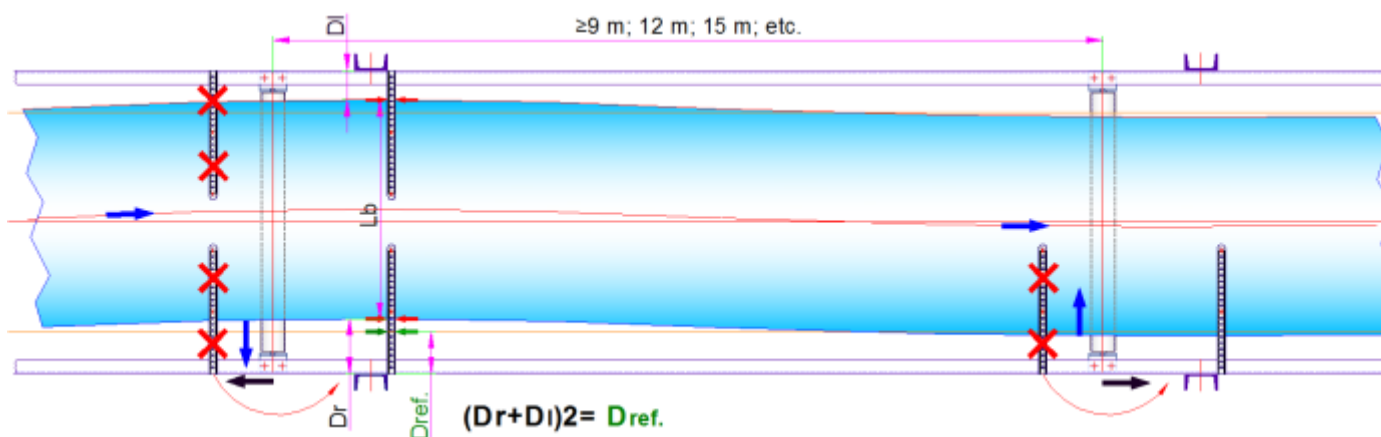

Figure 8 : Réglage des supports du brin retour, base de la méthode
Méthode par comparaison (voir figure 8).
- Mesurer avec un réglet de mécanicien (long 250-300 mm), brin retour, à proximité du tambour de tête, l'espace libre entre le châssis (cote extérieure) et le bord de bande, de chaque côté du convoyeur. Additionner les 2 valeurs et diviser le résultat par 2. Cette valeur calculée correspond à la distance entre le bord de bande et l'arrête extérieur du longeron du châssis ou d'un pied du convoyeur lorsque la bande sera centrée sur l'axe convoyeur (voir Figure 8).